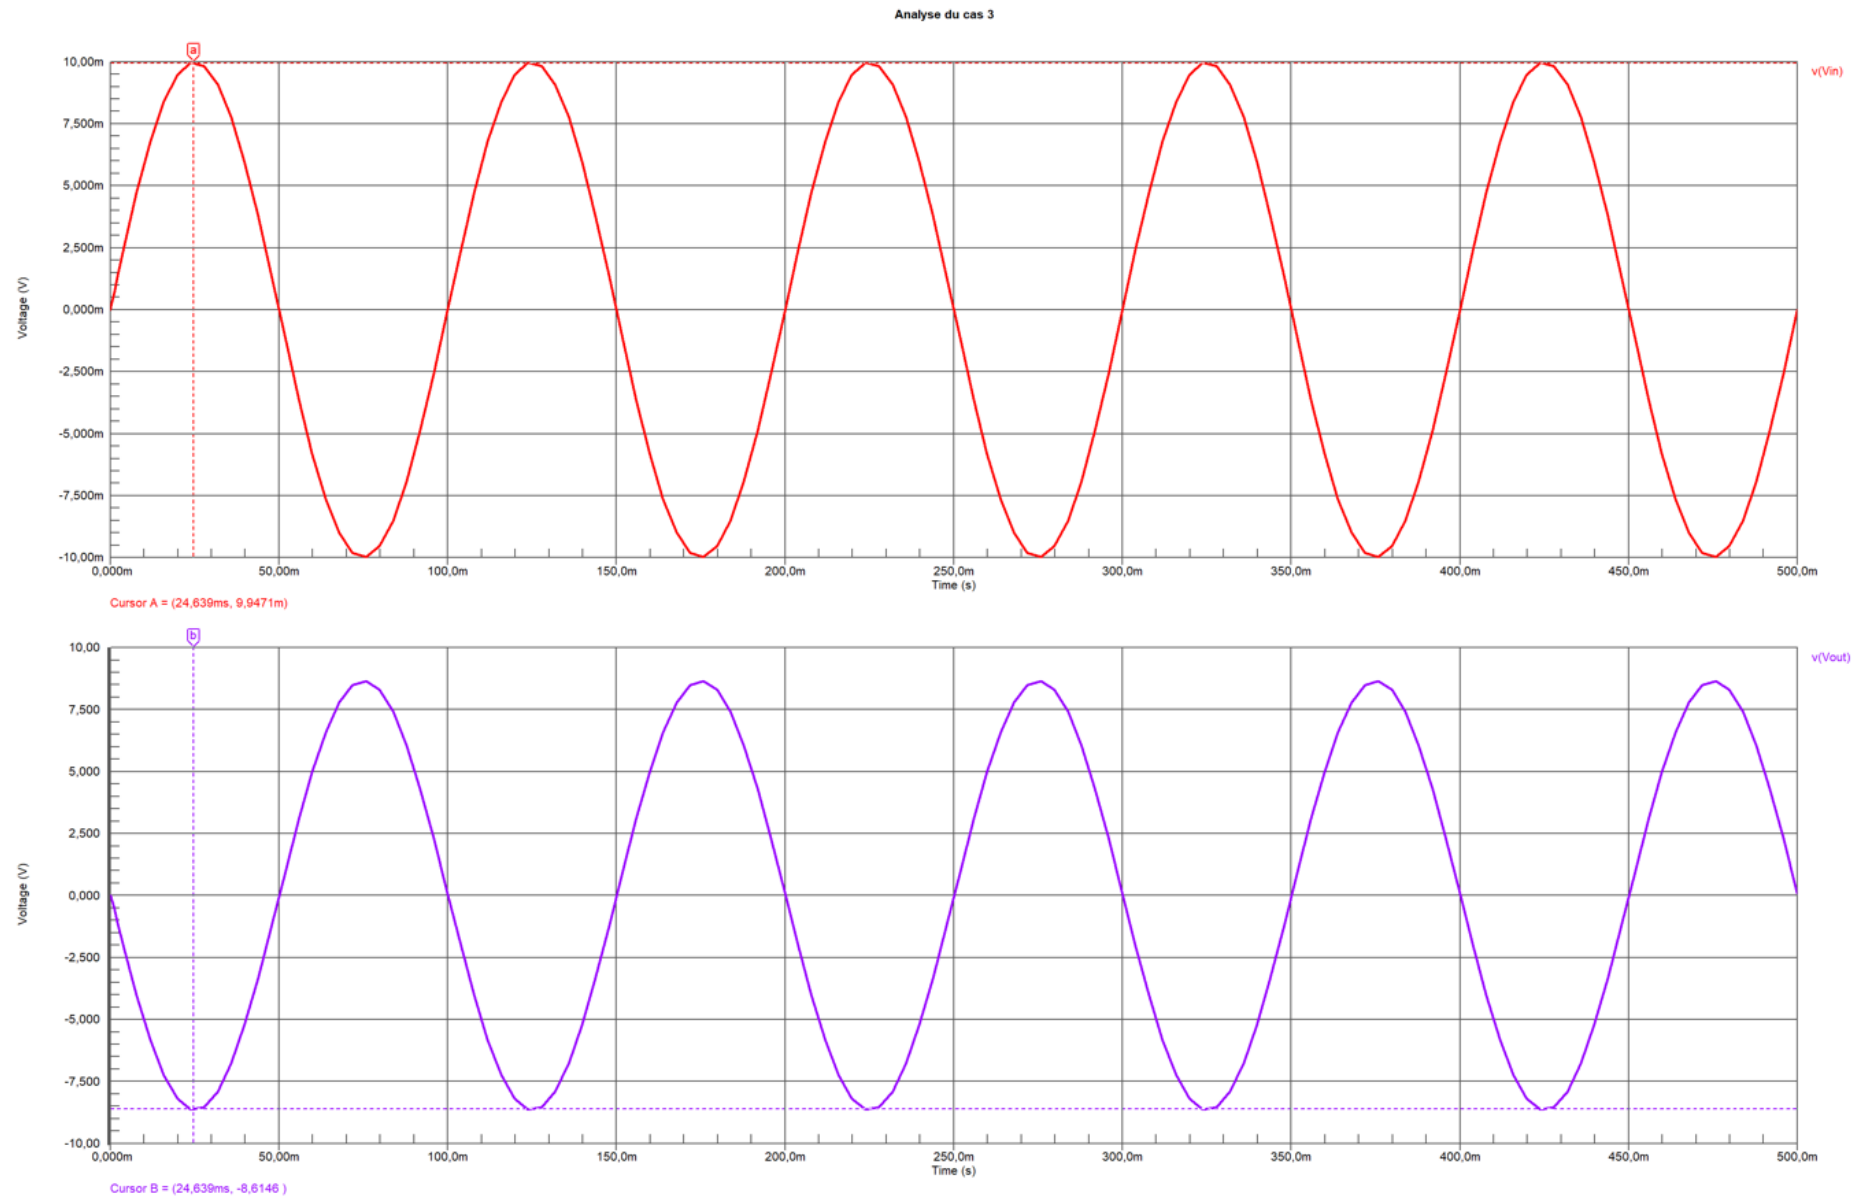
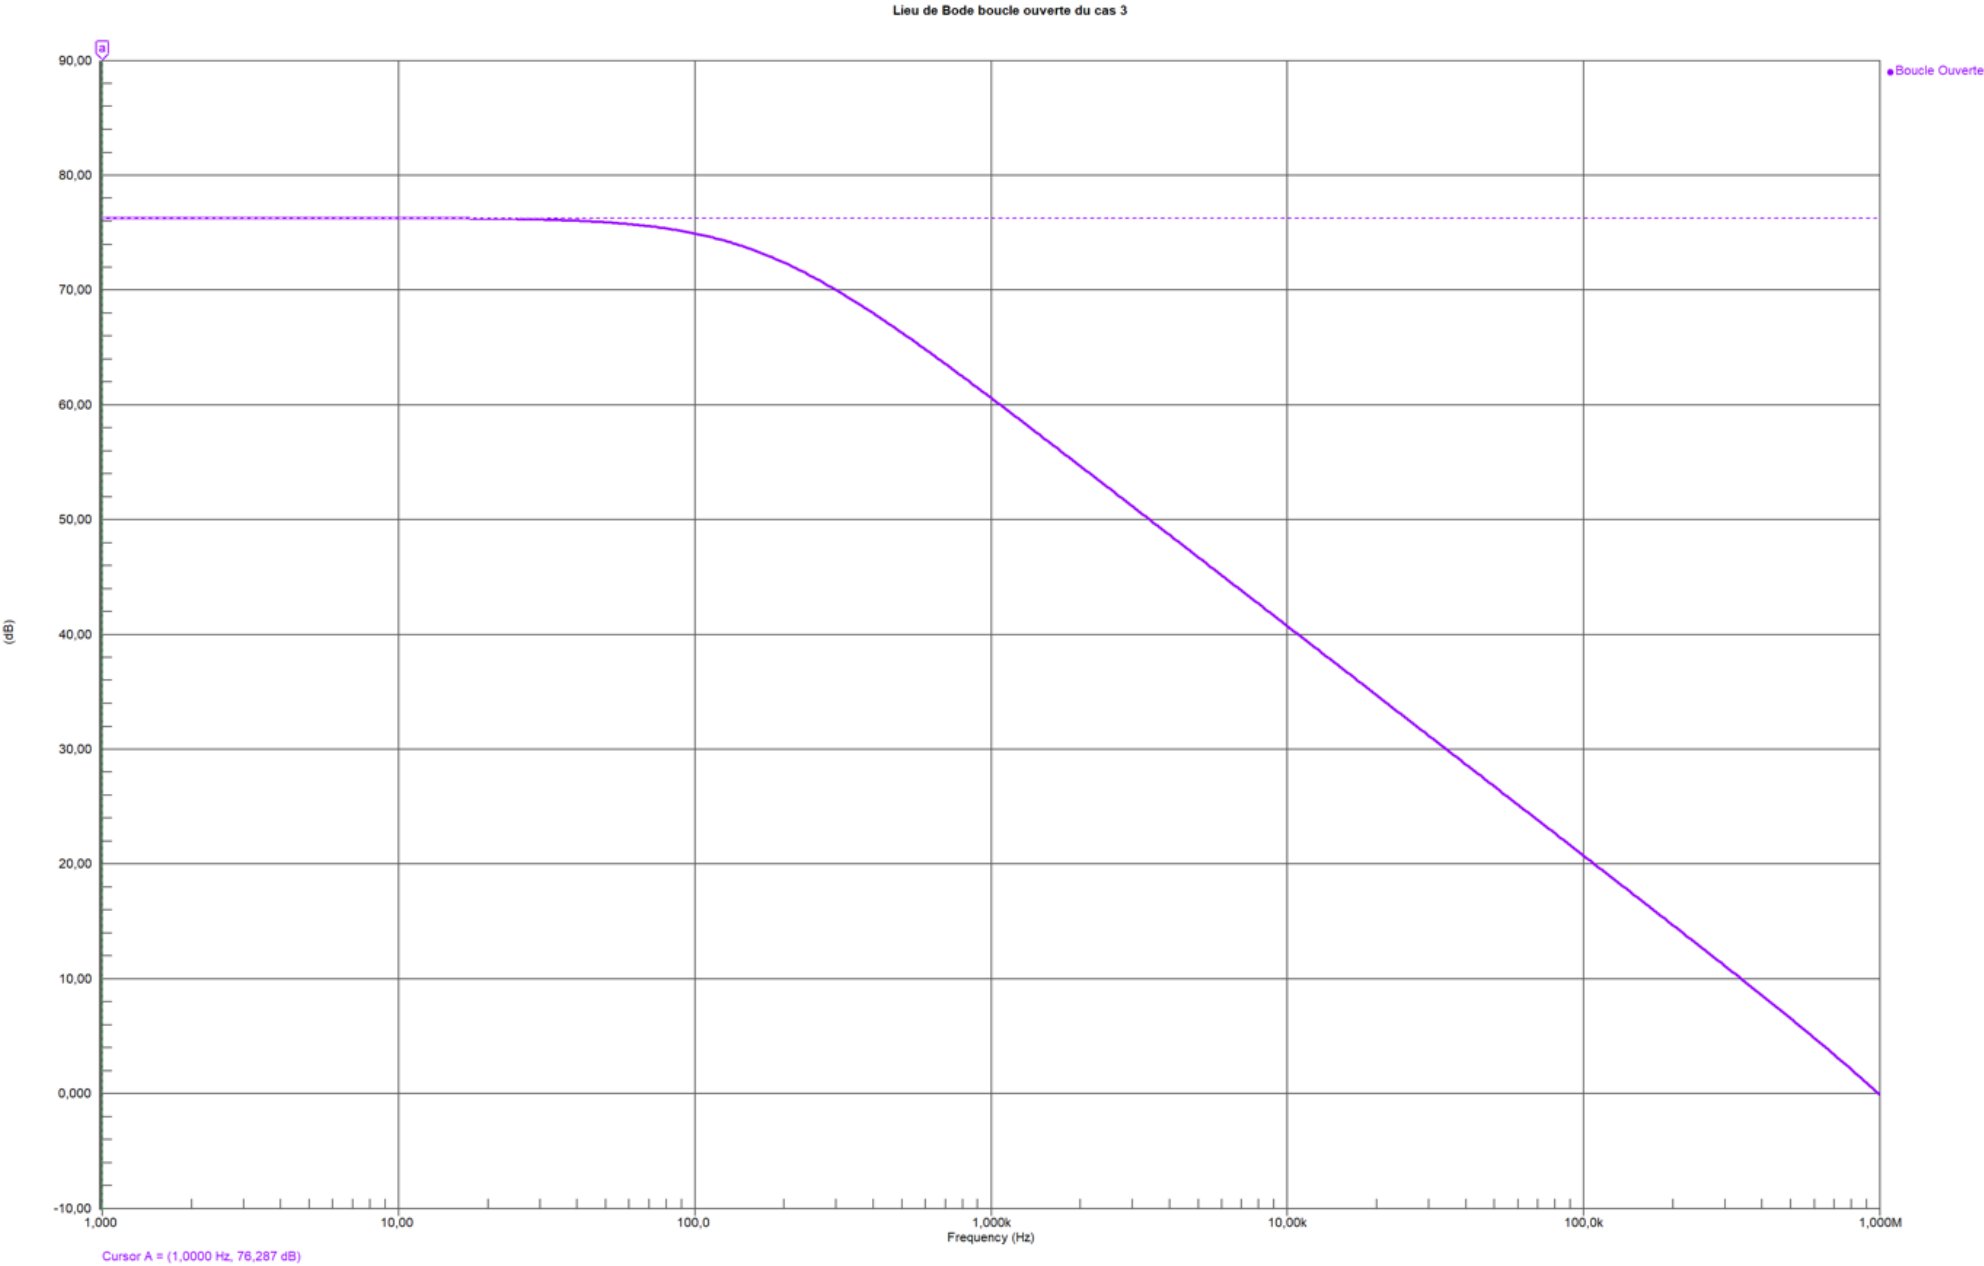
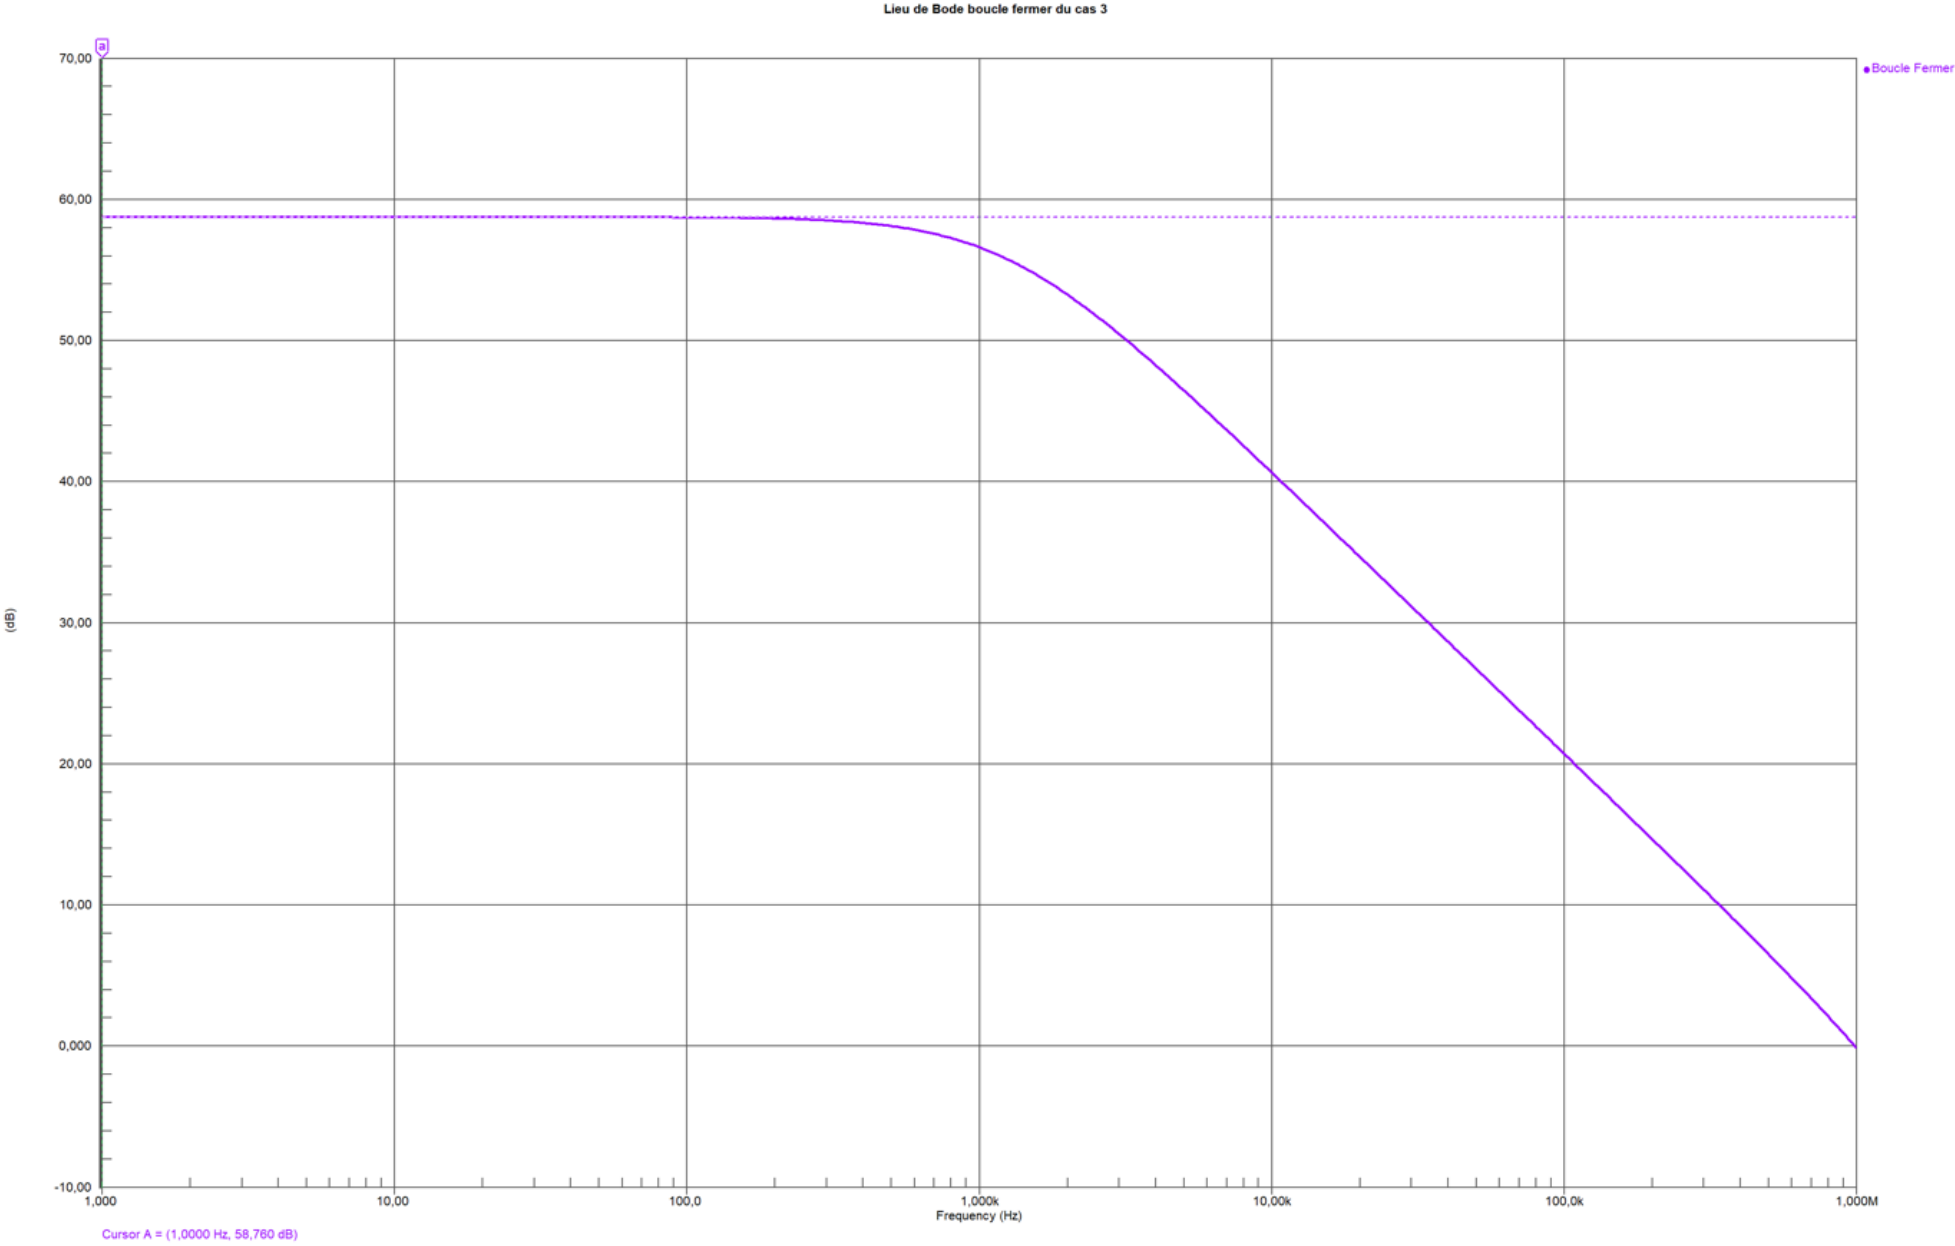

Figure 4 : Réponse temporel des 5 premières périodes du signal de sortie du cas 3
Figure 5 : Lieu de Bode en boucle ouverte du cas 3
Figure 6 : Lieu de Bode en boucle fermée du cas 3
À partir de la Figure 5, il est possible de calculer le gain en boucle fermée grâce à la formule (3). Avec le gain en boucle ouverte de 76,26 dB, il sera possible de calculer la valeur de l'amplitude et la comparer avec celle trouvée dans la Figure 4.
Il est donc possible de voir que la tension de sortie de la boucle fermée calculée en utilisant le gain en boucle ouverte, est très similaire à celui présent à la Figure 4. Il est donc possible d'assumer que le circuit aurait bel et bien une sortie de 8,677V. De plus, il est possible de calculer l'amplitude de sortie grâce au gain en boucle fermée trouvé dans la Figure 6. Graphiquement, ce gain en boucle fermée est de 58,76 dB. Avec l'information de la boucle fermée, il est possible de calculer la valeur de sortie de l'ampli-op avec la formule de dB (4).
La valeur calculée qui devrait être obtenue est de 8,67V à la sortie de l'ampli-op. Sur le curseur B de la Figure 4 on voit que la sortie serait de 8,667V. Cela valide donc nos calculs grâce aux simulations. Théoriquement, le signal de sortie devrait être de 10V. Cependant, étant donné qu'il y a une erreur de 10% et plus sur le gain, le résultat obtenu de 8,67V est juste et valide. Pour corriger cette imperfection, il serait pertinent de s'assurer que l'erreur sur le gain en boucle fermée soit convenable et de choisir un ampli-op avec un A_{VOL} correspondant au besoin. De plus, il serait bien de distribuer le gain sur plusieurs étages en ajoutant des ampli-op, plutôt que d'un seul.